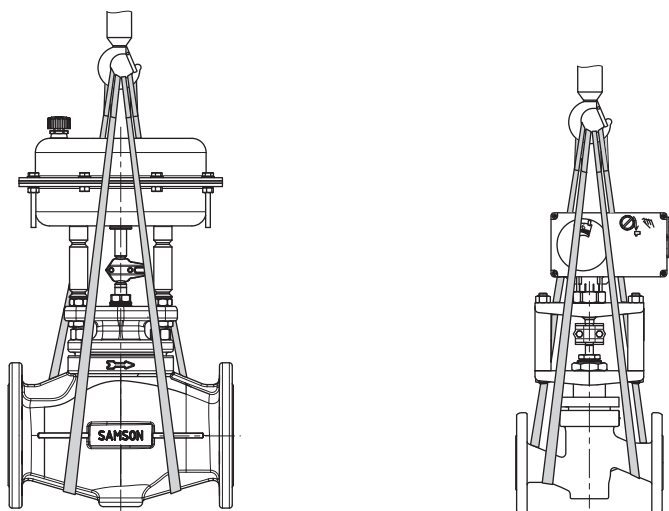

Fig. 4-1: Pontos de elevação na válvula de controlo
- Utilize um gancho com trinco de segurança (consulte a Fig. 4-1) para impedir que as alças deslizem do gancho durante o levantamento e o transporte.
1. Coloque uma alça em cada flange do corpo e no equipamento de fixação (por exemplo, gancho) da grua ou empilhador (consulte a Fig. 4-1).